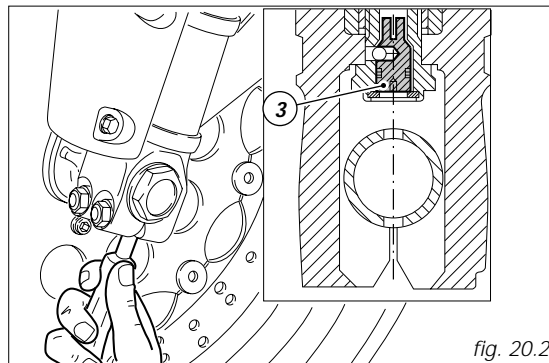

fig. 20.2
- 3) (fig. 20.2) pour modifier l'action hydraulique de freinage en compression;
Pour intervenir sur la vis (3, fig. 20.2), introduisez un tournevis à l'intérieur du trou traversant le pivot de roue en correspondance avec l'axe du tube de fourche.
La hauteur A (fig. 20.2) se référant à la valeur de précontrainte peut varier de 25 à 10 mm.